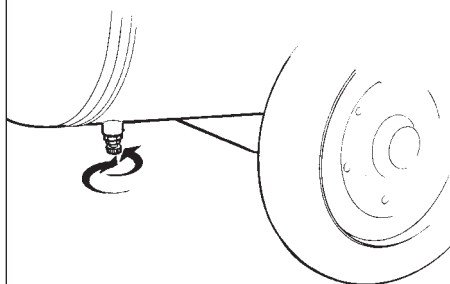

fig. 2
- veiller à ce que le robinet de déchargement de la condensation situé au-dessous du réservoir (*figure 2*) soit fermé;
- Décharger la pression du réservoir et des circuits intérieurs moyennant le robinet de déchargement de la condensation avant d'intervenir ou de démonter quelques composants du circuit pneumatique (*figure 2*); dévisser avec attention afin de purger l'air lentement; contrôler, par l'intermédiaire du manomètre, qu'il n'y ait pas de pression dans le circuit de l'air.
Effectuez l'opération de déchargement de la condensation à la fin de chaque journée de travail moyennant le robinet situé au-dessous du réservoir (figure 2). Nous vous conseillons d'installer un déchargeur automatique de condensation pour garantir que l'opération soit effectuée réellement.